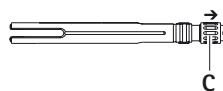

Fig. 1
- Desenroscar el tornillo aprisionador C en la dirección de la flecha hasta que aparezca la unión rosada en el sentido del extremo de trabajo, ver Fig. 1.